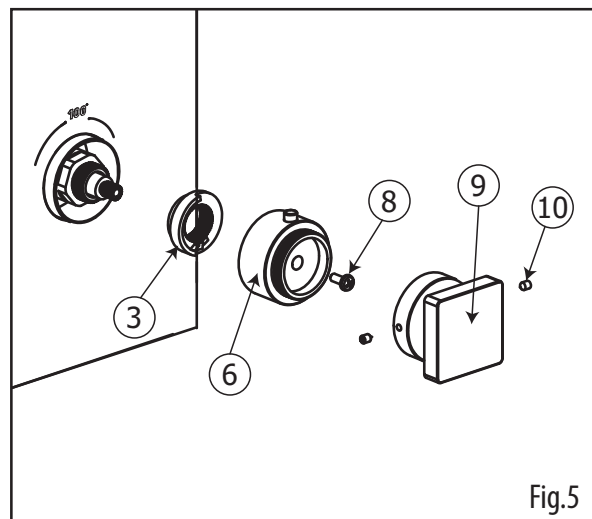

Fig.5
- Remove the handle (9), the thermo handle adapter (6) and the temperature limit stopper (3) as shown (fig.5).
- Enlever la poignée (9), l'adaptateur (6) et le limiteur de température (3) tel qu'illustré (fig.5).*